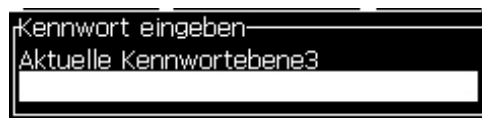

Abbildung 4-11: Dialogfeld Enter Password (Kennwort eingeben)
- 1 Drücken Sie die Tasten *Alt + W* und wählen Sie im Menü „Kennwort“ die Option „Kennwort eingeben“. Das Dialogfeld „Kennwort eingeben“ wird angezeigt (siehe Abbildung 4-11).